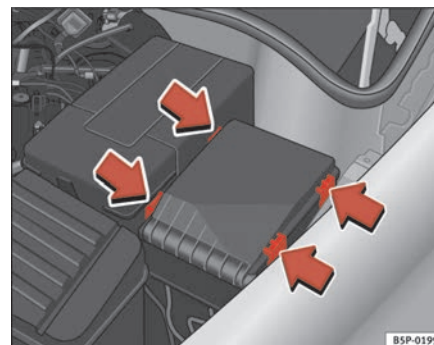

Fig. 175 Tapa de la caja de fusibles en el compartimiento motor
- Retire la tapa de fusibles del compartimiento del motor haciendo presión sobre las lengüetas hacia el centro de la tapa ⇒ fig. 175. ▶